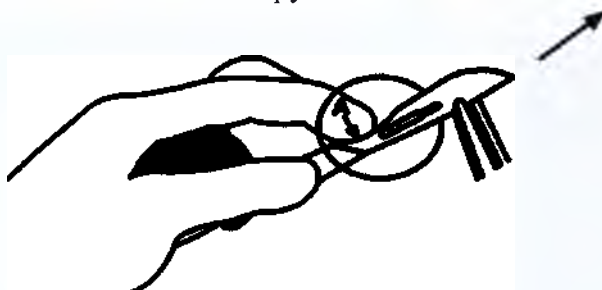

Рисунок 7
2. Приподнимите задний край лезвия (рис.7, А) кончиком пальца, избегая контакта с режущей кромкой, и осторожно сдвиньте лезвие с ручки.